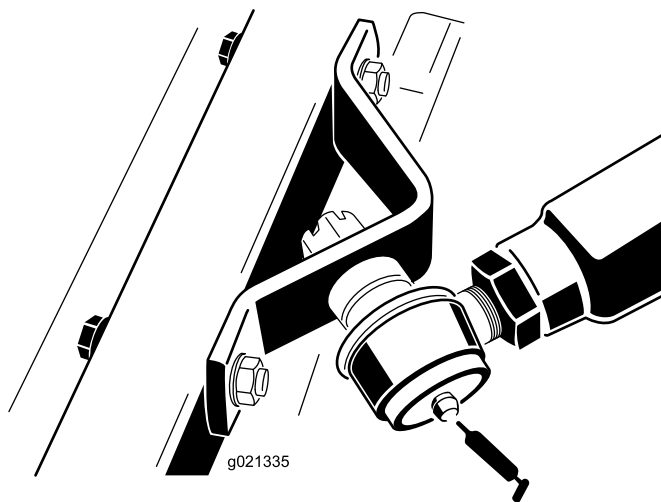

Figura 19
- Giunti sferici del braccio di spinta destro e sinistro - 1 ciascuno (Figura 19)